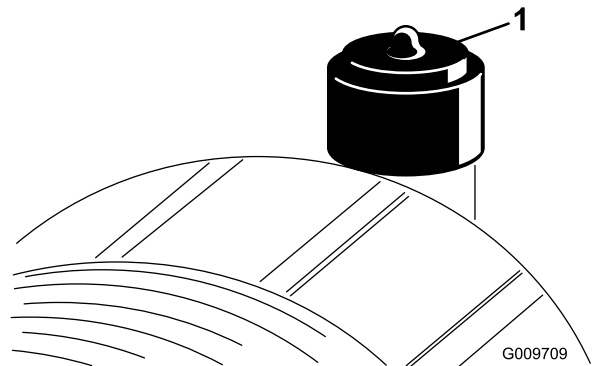

Figura 46
Effettuate la manutenzione del filtro dell'aria quando l'indicatore lo richiede (Figura 46). Sostituendo il filtro dell'aria prima del necessario si aumenta il rischio che la morchia penetri nel motore quando rimuovete il filtro.
2. Se la spia (Figura 46) è rossa, resettatela.